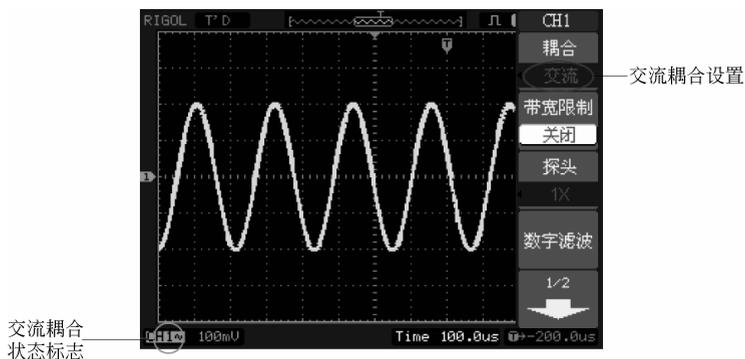

图 1.9 设置为交流耦合方式
(1) 按 CH1→耦合→交流,设置为交流耦合方式。被测信号含有的直流分量被阻隔,测量波形显示如图 1.9 所示。